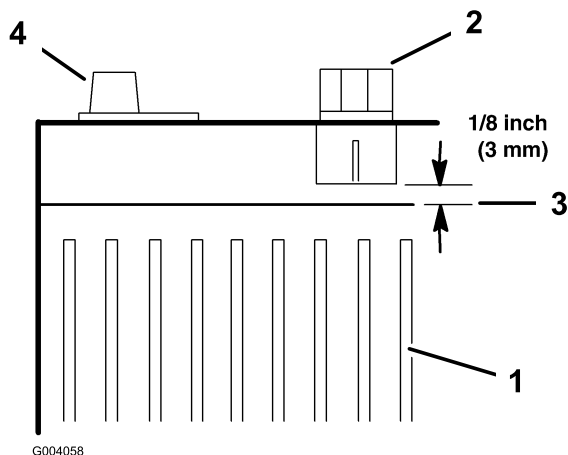

図 28
7. 電解液の量が給水口の下端から 3 mm 程度になるように蒸留水を補給する図 28。